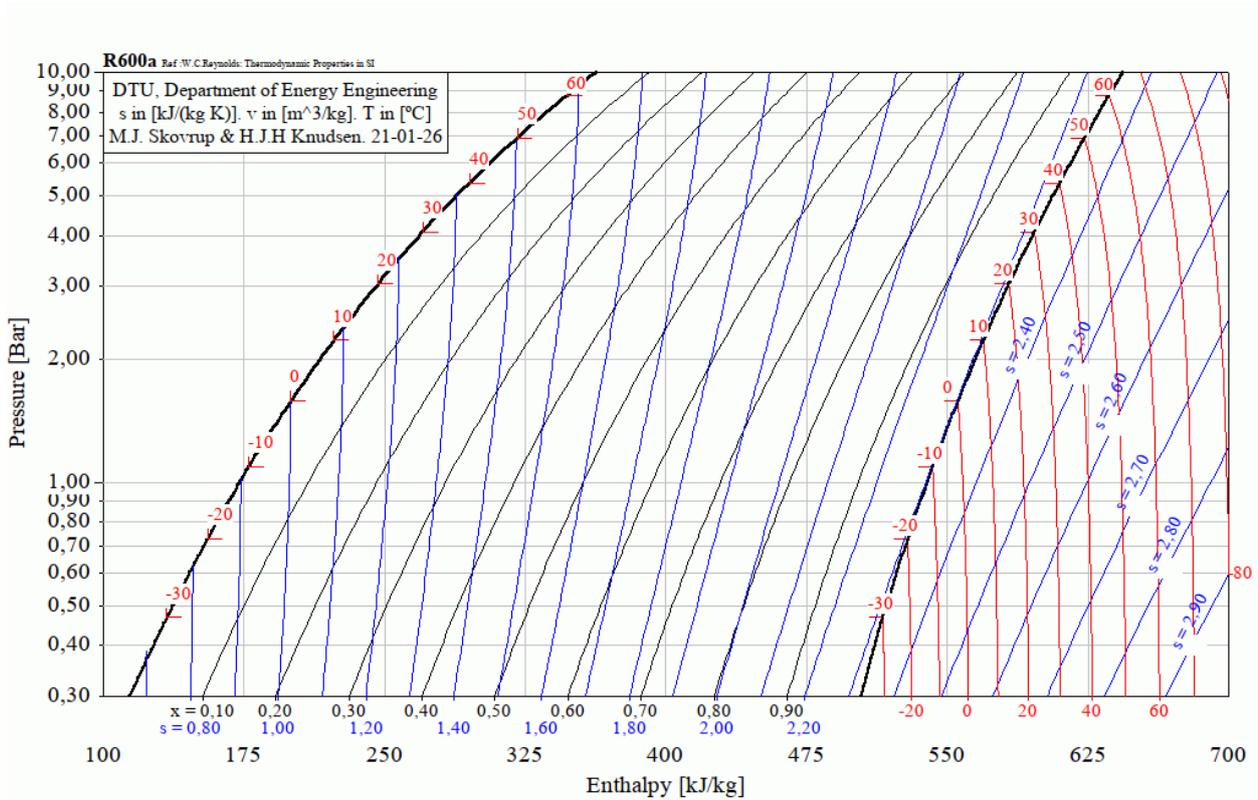

Figure 2 – Diagramme des frigoristes du R600a.
**3 -** Tracer ce premier cycle sur les diagramme  $(P, h)$  et  $(T, s)$  du R600a, figures 2 et 3 en annexe.